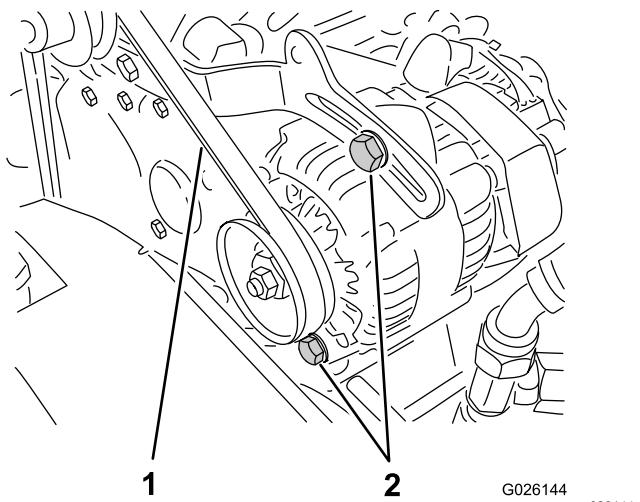

図 67
2. クランクシャフトとオルタネータのプーリ間の中央でベルトを指で押してベルトの張りを点検する押す力は10kg程度(図 67)。
- A. オルタネータの取り付けボルト2 本をゆるめる図 67。
- B. エンジンとオルタネータの間にバールを入れて適当な張りに調整し、取り付けボルトを締め付ける図 67。